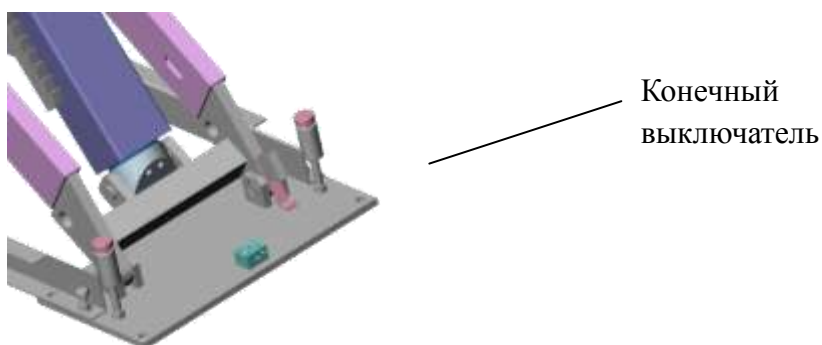
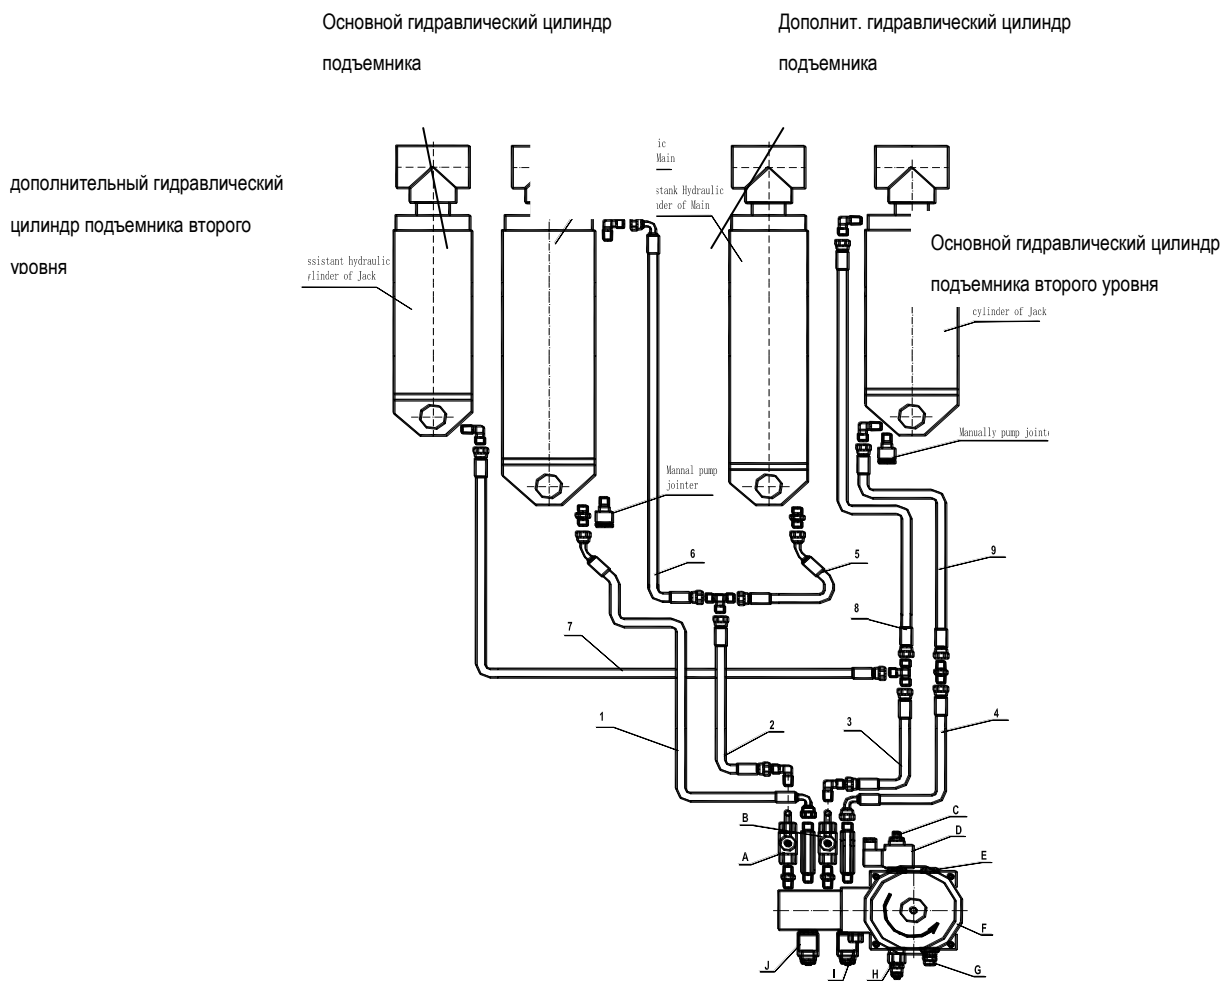

Рис.4 Конечный выключатель
Рис. 9-1 Подключение гидравлической системы
Подсоедините масляную трубу в соответствии с приведенной схемой «соединений гидравлической системы» (см. рис. 9-1). Прежде всего, подсоедините резиновые трубы высокого давления 1, 2, 5 и 6. При выполнении соединений проследите, чтобы пыль и песок не попали в трубы. Во-вторых, соедините коротким проводником контакты № 4 и № 2 на контактной колодке (см. рис. 11). В третьих, нажмите на кнопку подъема, чтобы приподнять платформу, и затем подключите конечный выключатель (см. рис. 4) и воздушную трубу. Примечание: при подключении конечного выключателя снимите короткий провод между контактами № 4 и № 2, затем подсоедините проводники конечного выключателя к контактам № 4 и № 2 колодки.
Поднимите главную платформу на высоту порядка 1 м. Подсоедините трубы 3, 4, 7 и 8, как показано на схеме соединений гидравлической системы (см. рис. 9-1). Нажмите кнопку UP; подсоедините воздушные трубы после подъема платформы подъемника второго уровня.
**5.9.1.** Отключите клапан долива А (см. рис. 9-1) и клапан долива В. Нажимайте на кнопку UP, пока правая платформа подъемника второго уровня не поднимется на высоту порядка 300 мм, наблюдая с передней стороны автомобиля, затем нажмите кнопку DOWN, чтобы опустить платформу в нижнее положение. После этого вновь поднимите платформу на высоту порядка 400 мм.